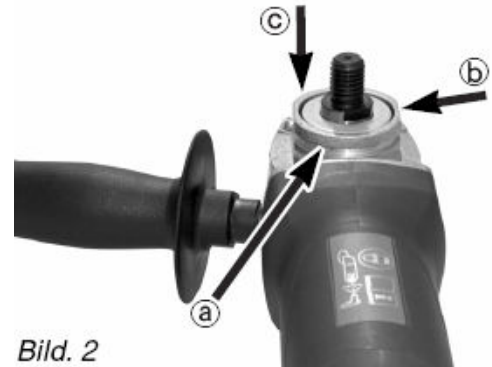

Bild. 2
См. рис. 2 + 3: устанавливая защитный кожух, прежде всего введите выступ (I) в предусмотренную выемку (a) и убедитесь в том, что второй выступ (II), находящийся в центре, прилегает к плоской части фланца (b). Если при этом и третий выступ (III) совпадает с предусмотренной выемкой (c), нажимом на кожух посадите его на фланец.